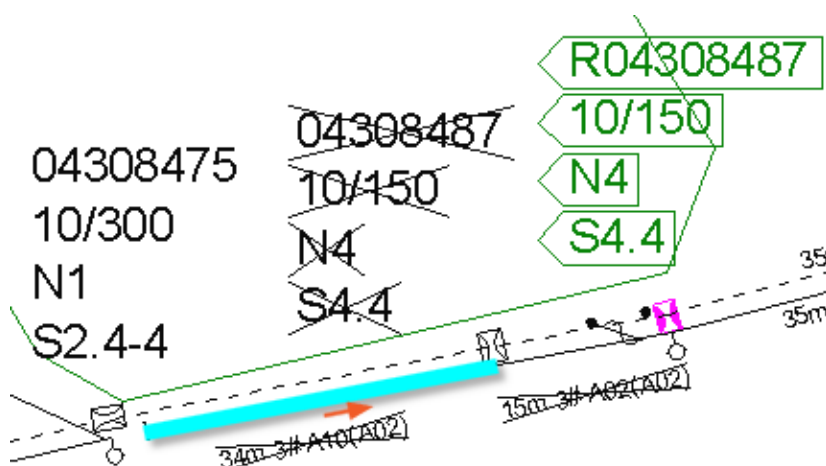

FIGURA 2
Para exemplificar o item 2, a Figura 2 mostra uma emenda em que há trecho AT e BT, porém a rede BT tem seção diferente e por isso não foi realizada a emenda. Deverá ser incluído um novo trecho